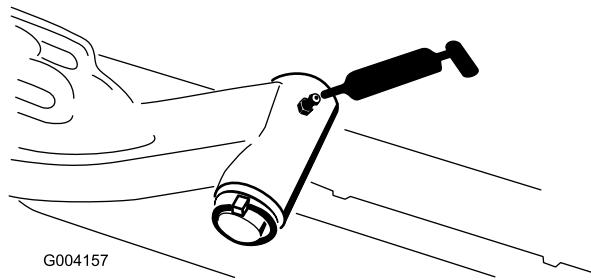

Figura 45
- Eje pivotante del brazo de elevación (1 en cada) (Figura 45)